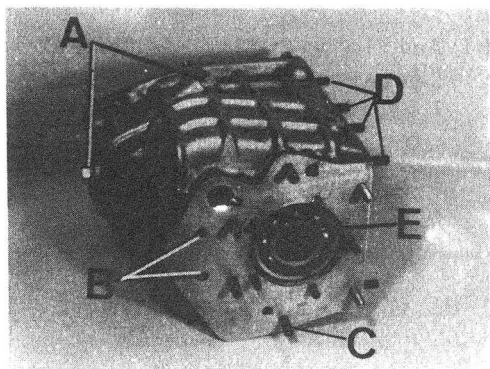

Fig. C1-113 Desmontaje cárter caja de -
- 1.2. Desmontar los tapones de llenado y vaciado de aceite de la caja de velocidades (Fig. C1-113).
dola a través de los orificios, B (Fig. C1-113) que dispone el cárter.
- 1.4. Desmontar los espárragos delanteros y traseros, C (Fig. C1-113) de unión de cár-
- 2.1. Montar los espárragos delanteros y traseros, C (Fig. C1-113) de fijación cárte-
- 2.3. Montar los tapones, A (Fig. C1-113) de llenado y vaciado de la caja de velocida-